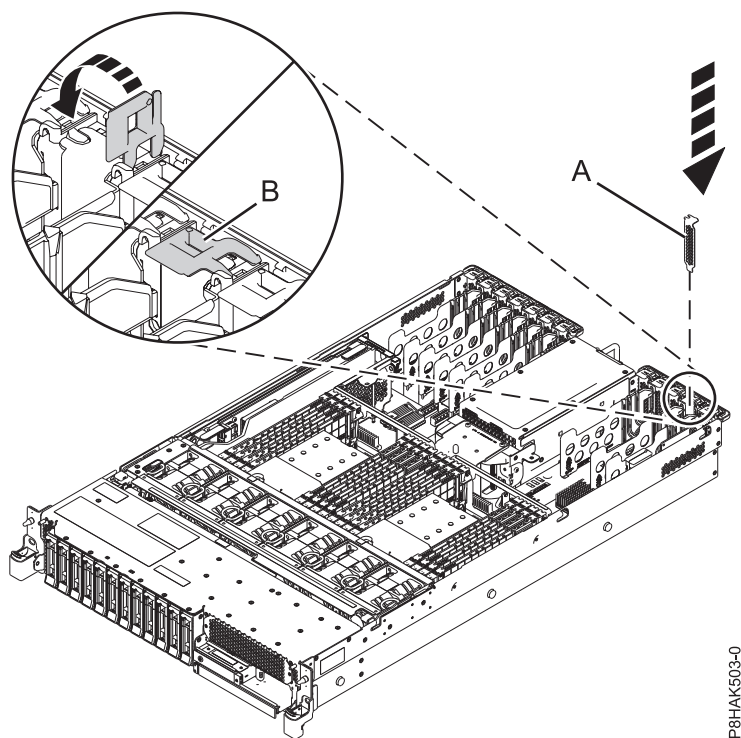

Figura 34. Instal·lació d'un panell de reblliment en una ranura d'un adaptador PCIe en un sistema 5148-21L, 5148-22L, 8247-21L, 8247-22L, 8284-21A, o 8284-22A
- a. Agafeu amb compte la contrapunta del panell de rebliment i alineeu-lo amb la ranura i el connector de la placa posterior del sistema, tal com es mostra a la Figura 34 a la pàgina 55.